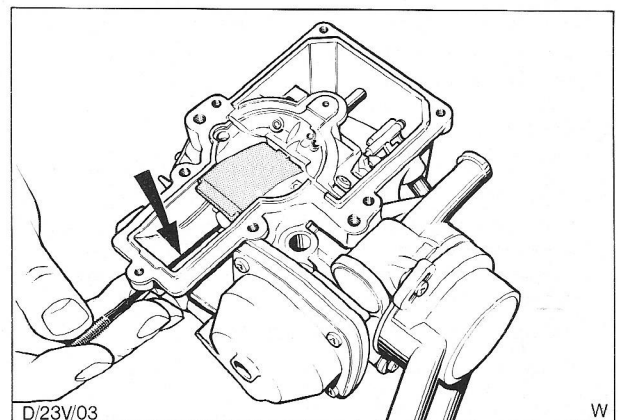

Fig. 59 Hoofregelnaald verwijderen.
7. Draai de hoofdregelnaald los en verwijder deze voorzichtig terwijl de luchtklep is gesloten; Fig. 59.